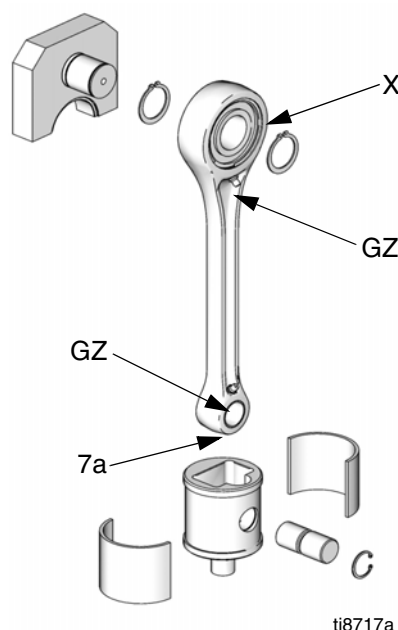

FIG. 9. Lubrifiez le coussinet d'axe de pied de bielle tous les 6 mois
Consultez la FIG. 9. Lubrifiez tous les 6 mois le coussinet d'axe de pied de bielle (7a) de la tige de connexion avec une dose (1 cm³) de graisse référence 107411 ou une graisse équivalente en utilisant un embout de graissage (GZ). Remplacez les deux coussinets d'axe de pied de bielle tous les ans. Commandez un kit 255216 de remplacement d'axe de pied de bielle. Lubrifiez le coussinet d'axe de bielle (X) une fois par an à l'aide d'un embout de graissage (GZ).